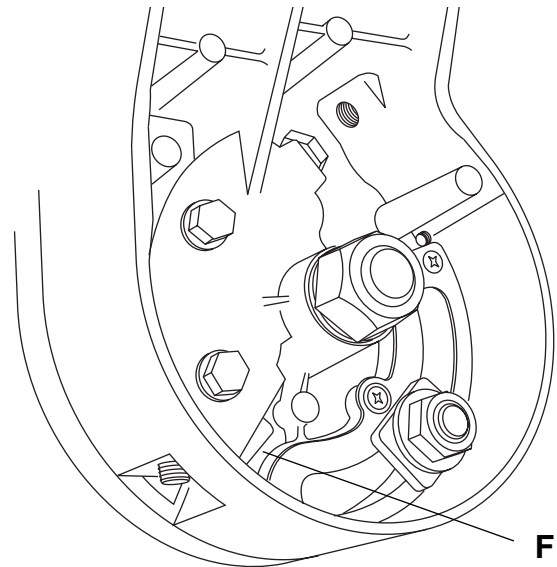

Figura 8. Calibración de la hoja a 45 grados con la mesa
4. Ponga una llave de tuercas de 10 mm en la cabeza del tornillo "F" (Figura 8).